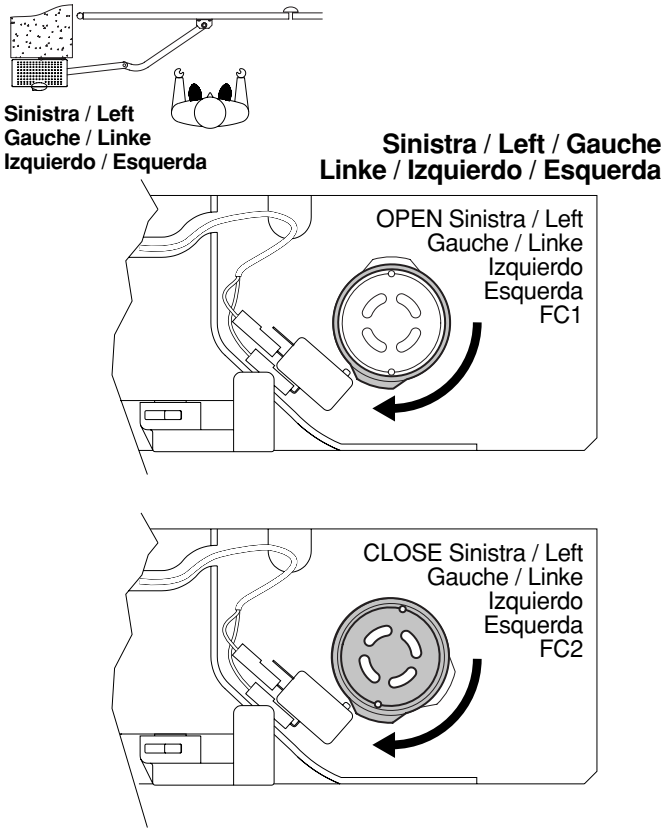

Fig. 14
**No accionador destro (Fig. 14):**